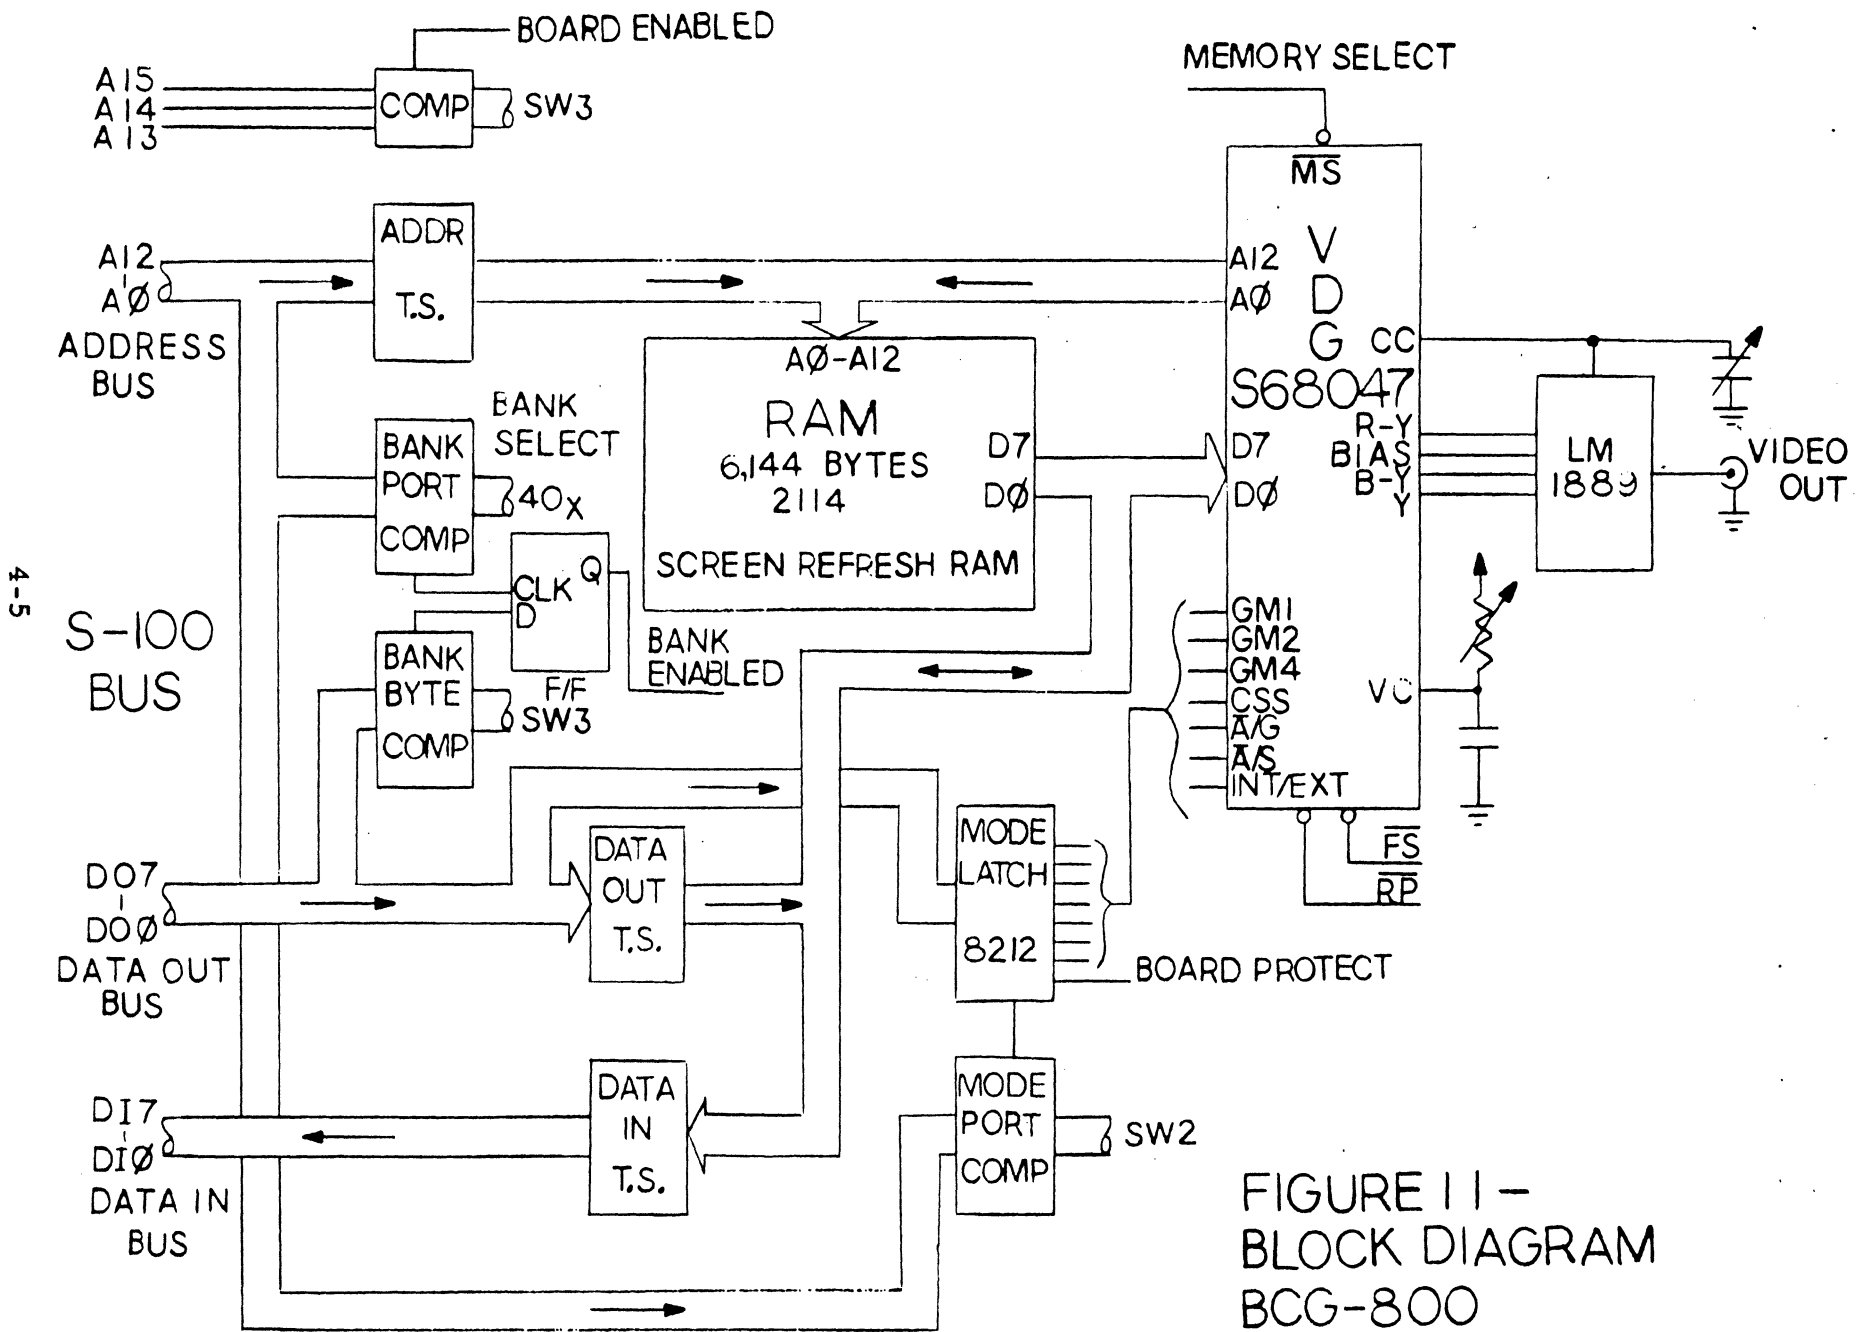

FIGURE 11 -
4.0 THEORY OF OPERATION (Figure 11)